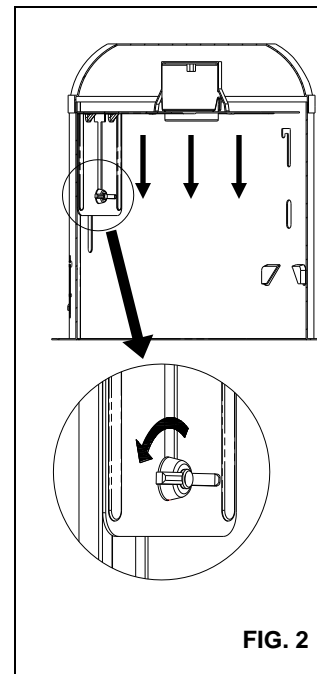

FIG. 2
1. Dévissez l'ÉCROU À OREILLES situé à l'intérieur du BOÎTIER pour détacher le SUPPORT DE LA DOUILLE. Dégagez la DOUILLE du SUPPORT. **(FIG. 2)**